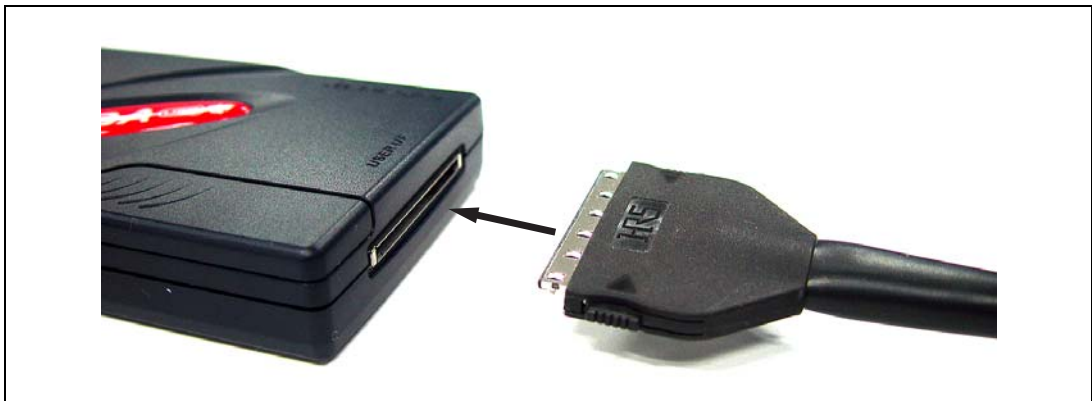

図 2.2 E10A-USB エミュレータとユーザインタフェースケーブルの接続
1. 図2.2のように、E10A-USBエミュレータのユーザ側側面のコネクタにE10A-USBエミュレータに付属されているユーザインタフェースケーブル(14ピンケーブルまたは36ピンケーブル)を接続してください。